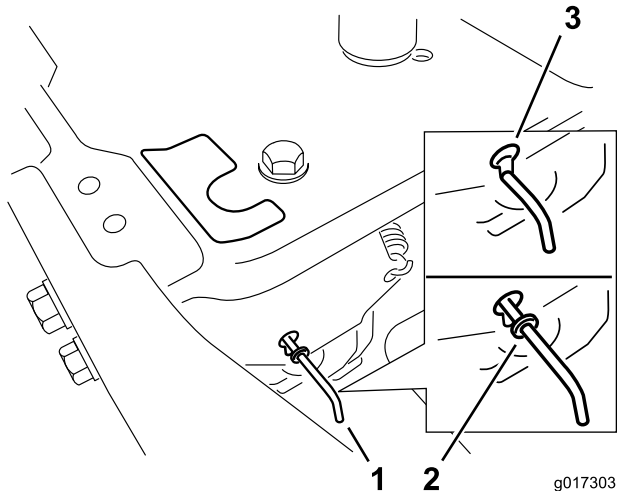

Figure 25
4. Déplacez les leviers de dérivation en avant dans l'encoche en trou de serrure, puis vers le bas pour les verrouiller en position, comme illustré (Figure 25). Assurez-vous de le faire pour chaque levier.
Déplacez les leviers de dérivation vers l'arrière dans l'encoche en trou de serrure, puis vers le bas pour les verrouiller en position, comme illustré (Figure 25). Assurez-vous de le faire pour chaque levier.